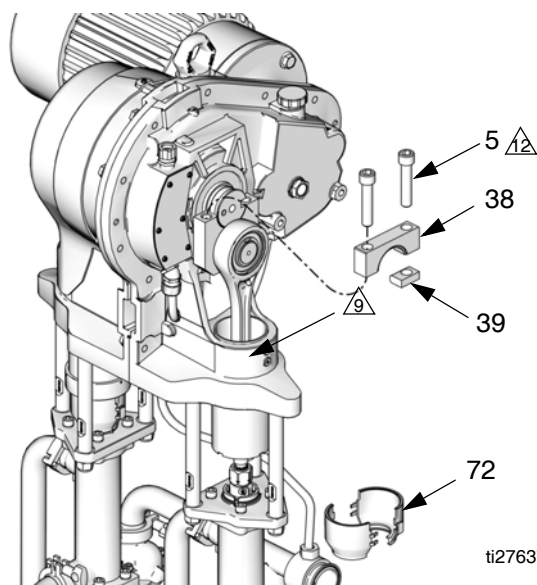

FIG. 17. Démontage du chapeau du bras de manivelle
5. Mettez un chiffon propre sur le coulisseau (2) pour éviter que des débris ne tombent dans l'ensemble de coulisseau pendant le démontage.
6. Retirez les 2 éléments de protection (72) en insérant un tournevis droit dans la fente et en faisant levier afin de relâcher la languette. Répétez l'opération pour chaque languette. **N'utilisez pas** le tournevis pour écarter les protections.
7. Mettez une clé de 19 mm (3/4 po.) sur les méplats du piston de coulisseau (9) (juste au-dessus de l'écrou d'accouplement) afin d'empêcher le couple coulisseau/tige de connexion de tourner lorsque vous allez desserrer l'écrou d'accouplement (14). Placez la clé de sorte qu'elle s'appuie sur l'une des barres d'accouplement (3). Veillez à ne pas appliquer une force excessive sur le coulisseau/tige de connexion ; cela risque de provoquer une usure prématurée du coussinet de l'axe inférieur.
8. Dévissez l'écrou d'accouplement (14) du piston de coulisseau (9) à l'aide d'une clé plate de 40 mm (1-5/8 po.) et laissez-le glisser sur la tige de piston de la pompe. Veillez à ne pas desserrer les bagues (13).
9. Consultez la FIG. 17. Dévissez les deux vis de chapeau (5) en utilisant un tournevis hex de 12,7 mm (1/2 po.). Retirez le chapeau du bras de manivelle (38) et la clavette (39). Si besoin est, utilisez un marteau en plastique pour les desserrer.
14. Faites glisser le piston (9) et la tige de connexion (7) dans le cylindre (2).
15. Positionnez le bras de manivelle (4) pour engager l'axe de sortie (OS) puis faites-le tourner vers le bas de ce dernier.
16. Mettez un chiffon propre sur le coulisseau (2) pour éviter que des débris ne tombent dans l'ensemble de coulisseau pendant le remontage.
17. Consultez la FIG. 17. Appliquez du lubrifiant antigrippant (LPS[®]-04110 ou équivalent) sur les filetages des vis de chapeau (5). Installez la clavette (39), le chapeau du bras de manivelle (38) et les vis de chapeau (5), le tout orienté comme indiqué. Avant de serrer la vis côté fente, serrez la vis côté clavette à un couple de 283-310 N•m (210-230 pi-lb). Serrez ensuite la vis côté fente à un couple de 283-310 N•m (210-230 pi-lb). Serrez les vis 2 à 3 fois de plus chacune ou jusqu'à ce qu'elles arrêtent de tourner une fois serrées à un couple de 283-310 N•m (210-230 pi-lb).
18. Assurez-vous que les bagues (13) sont bien en place dans l'écrou d'accouplement (14).
19. Mettez une clé de 19 mm (3/4 po.) sur les méplats du piston de coulisseau (9) pour l'empêcher de tourner lorsque vous allez serrer l'écrou d'accouplement (14). Placez la clé de sorte qu'elle s'appuie sur l'une des barres d'accouplement (3) ou sur le pied de la pompe. Serrez l'écrou d'accouplement (14) sur le piston de coulisseau (9) et serrez à un couple de 102-108 N•m (75-80 pi-lb).
20. Installez les protections (72) en engageant les lèvres inférieures dans la rainure du chapeau de coupelle. Accrochez ensemble les deux protections.
21. Retirez le chiffon. Réinstallez le capot (32 ou 21) et les vis (12).